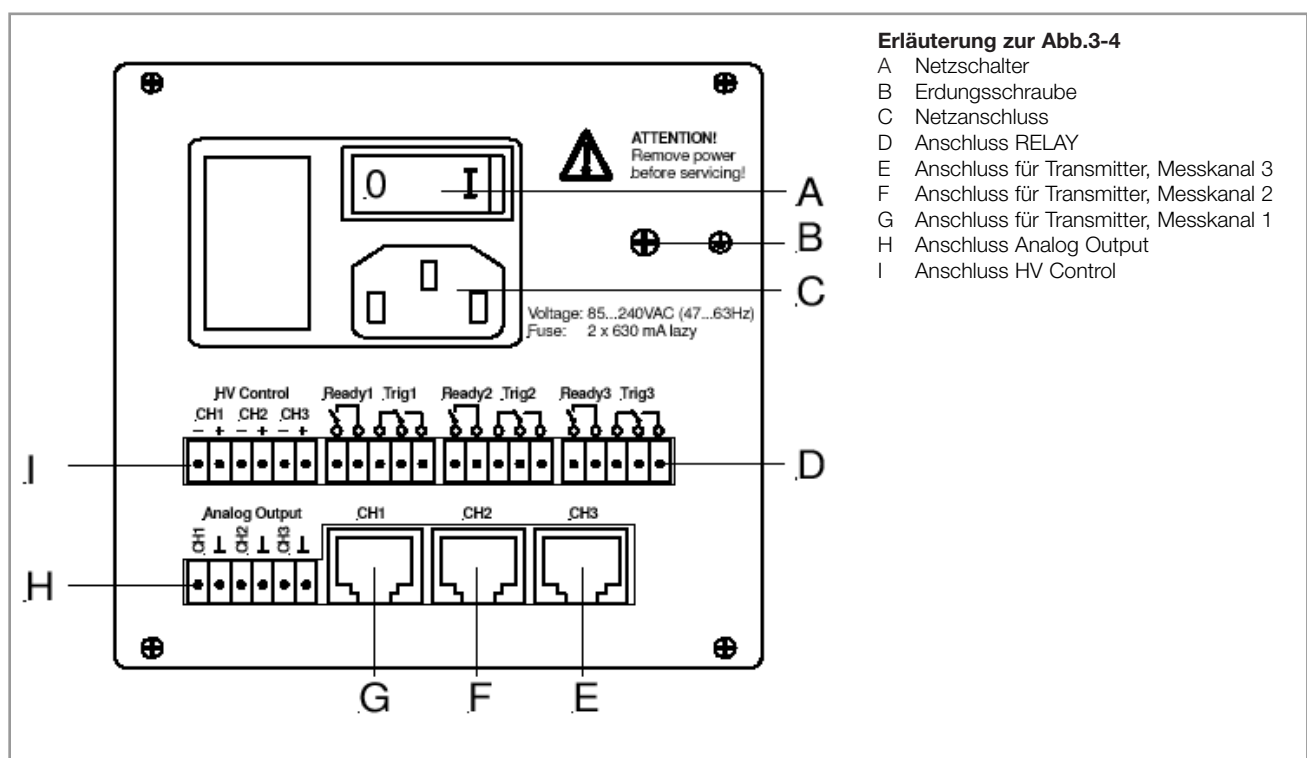

Abb. 3-4 Rückseite des DISPLAY THREE
Abb. 3-4 zeigt die Rückseite des DISPLAY THREE.
Der Netzanschluss (Abb. 3-4 Pos. C) ist für ein Netzkabel vorgesehen, das geräteseitig mit einem Kaltgerätestecker endet.
- Stecken Sie den Gerätestecker des Netzkabels in den Netzanschluss (Abb. 3-4, Pos. C) des Geräts ein.
Mit Hilfe der Erdungsschraube (Abb. 3-4, Pos. B) kann das Mehrkanal-Messgerät mit der Schutzerdung des Pumpstands verbunden werden.
Für jeden Messkanal steht eine 8-polige RJ45-Gerätebuchse zur Verfügung. Siehe Abb. 3-4, Pos. E, F und G.
Die Schaltfunktionen und die Readyüberwachung beeinflussen die Stellung diverser Relais im Mehrkanal-Messgerät. Über den Anschluss RELAY (Abb. 3-4, Pos. D) können Sie die Relais-Kontakte zum Schalten verwenden. Die Relais-Kontakte sind potentialfrei.
Der Anschluss HV Control (Abb. 3-4, Pos. I) enthält folgende Anschlüsse:
Der Anschluss Analog Output (Abb. 3-4, Pos. H) enthält folgende Anschlüsse:
Schalten Sie den Netzschalter ein. Siehe Abb. 3-4, Pos. A.
Schalten Sie den Netzschalter aus. Siehe Abb. 3-4, Pos. A.